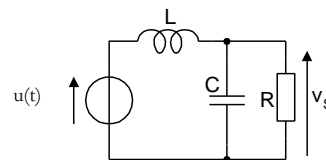
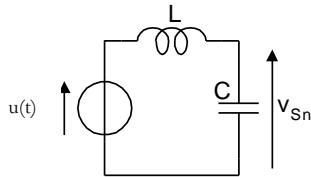

Figure 3
Figure 4
La charge est assimilable à un circuit purement résistif R branchée en parallèle du filtre LC de l'onduleur, voir figure 3.
fondamental de $u(t)$ et V_{S1} le fondamental de $v_S(t)$, le filtre de la figure 3 impose la relation :
On admet que pour l'harmonique 13, et, plus généralement, pour tous les harmoniques non nuls de $u(t)$, le filtre de la figure 3 se ramène au filtre simplifié de la figure 4.
- 5.4. On revient à la solution "pleine onde" de la question 1 pour laquelle on utilise un filtre de même nature que celui de la figure 3.